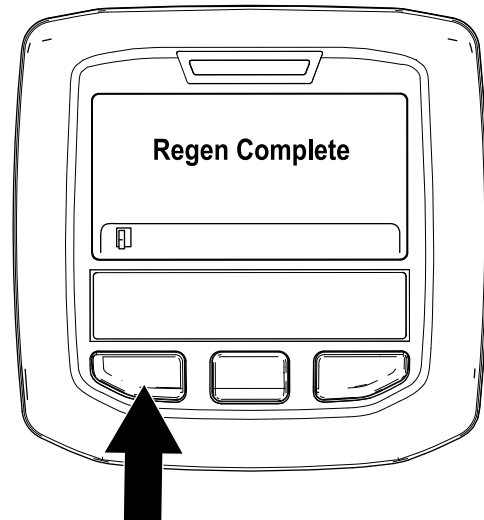

Figura 57
- La rigenerazione parcheggiata è completa quando nell'InfoCenter appare il messaggio "Rigen. completa". Premete il pulsante sinistro per uscire e tornare alla schermata Home (Figura 57).